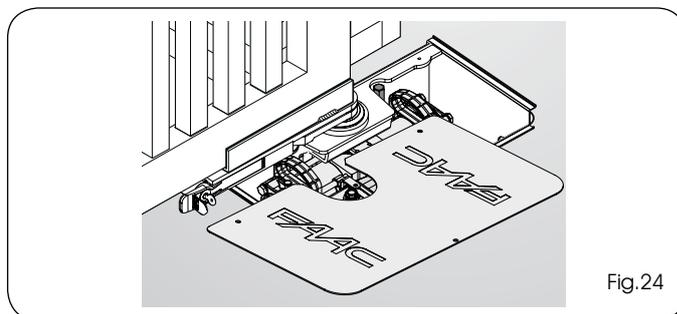

Fig.24
3) Fixer le couvercle du caisson autoportant avec les vis fournies (Fig.24;25).